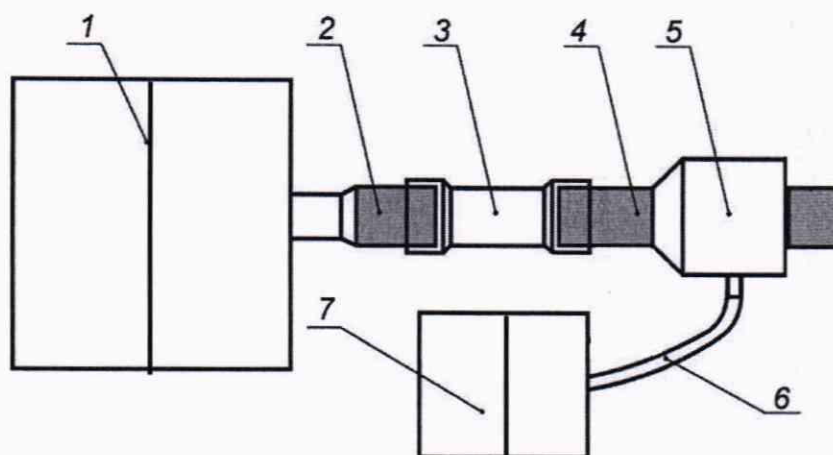

Рисунок 1 – Пневматическая схема для проверки диапазона и погрешности измерений объемов и объемных расходов воздуха при дыхании
6.2.1 Собрать пневматическую схему для измерений (рис. 1), которая состоит из:
6.4.1.1 Измерения проводят по ранее собранной схеме (рис. 1).
6.4.2.1 Измерения проводят по ранее собранной схеме (рис. 1).